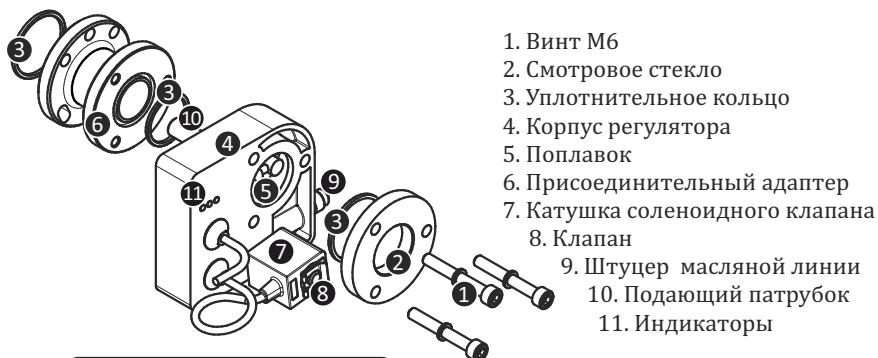

Рис. 2. Монтажный чертеж
- Присоедините регулятор уровня масла FP-ERL4 к компрессору, как показано на рис. 2. При необходимости используйте оригинальные болты компрессора. Соблюдайте момент затяжки 5–7 Нм для болтов смотрового стекла.